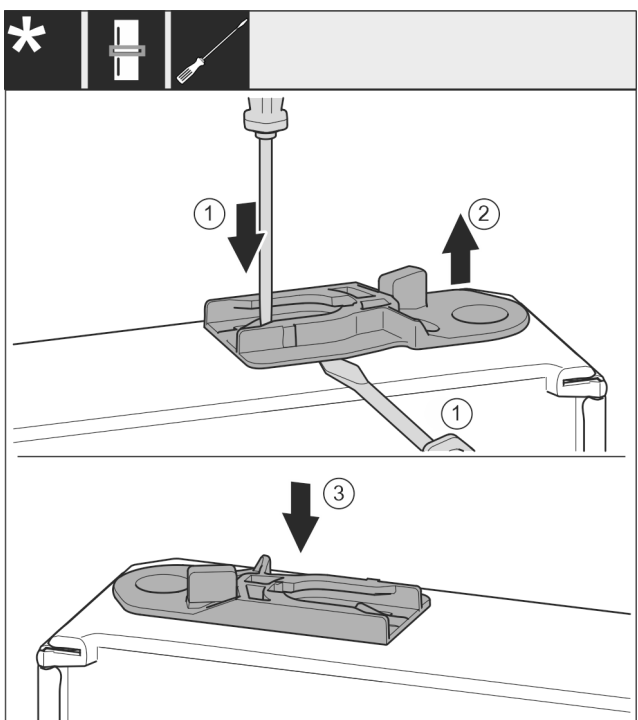

Fig. 38 \*
- Τραβήξτε έξω την υποδοχή-οδηγό: Πιέστε το αυτάκι με ίσιο κατσαβίδι και ταυτόχρονα περάστε με το ίσιο κατσαβίδι κάτω από την υποδοχή-οδηγό. Fig. 38 (1, 2)\*
- Ωθήστε την υποδοχή-οδηγό που έχετε παραλάβει στην άλλη πλευρά του περιβλήματος. Fig. 38 (3)\*